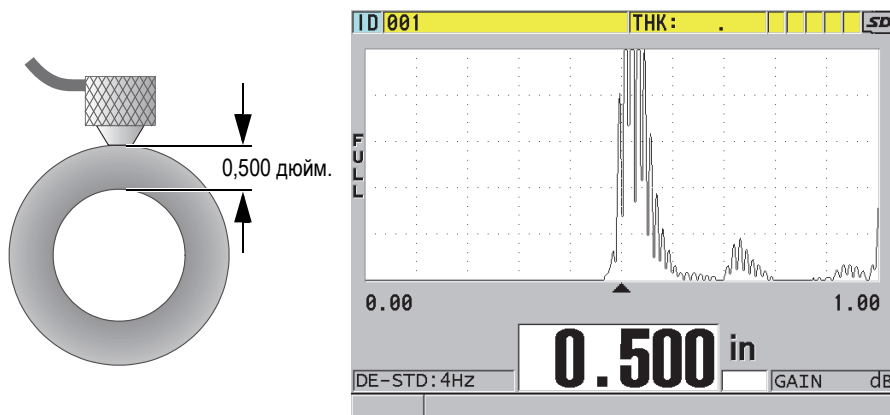

Рис. 5-9 Установка раздельно-совмещенного преобразователя на поверхность материала и получение значения толщины
2. Немного нажимая на преобразователь, установите его на тестируемый образец и постарайтесь зафиксировать на поверхности материала (см. Рис. 5-9 на стр. 73).